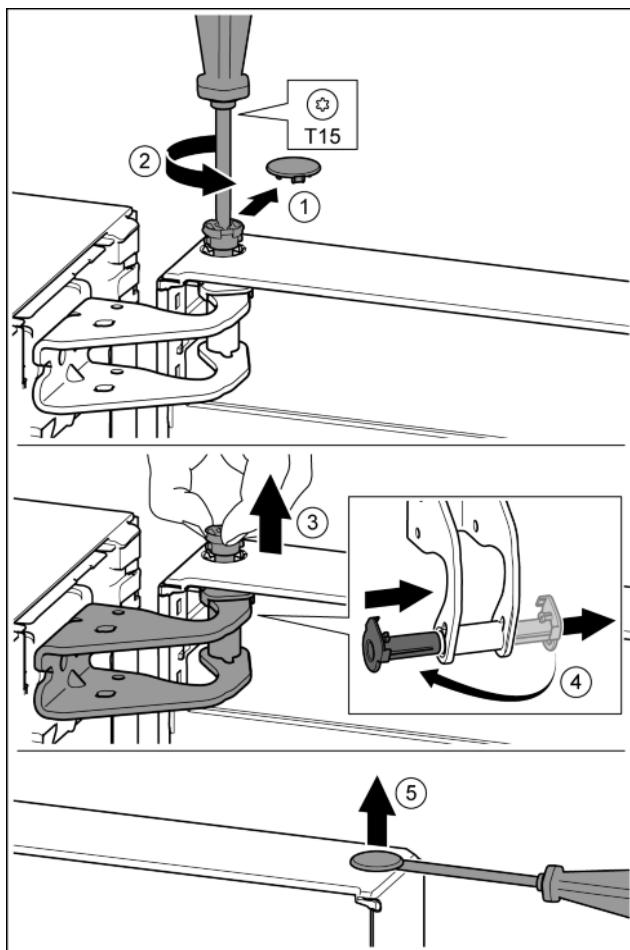

Fig. 11
- Осторожно снять предохранительную крышку. Fig. 11 (1)
- Немного выкрутить палец отверткой T15. Fig. 11 (2)
- Удерживать дверь и вытянуть палец рукой. Fig. 11 (3)
- Опорную втулку вывести из направляющей. Установить и зафиксировать с другой стороны. Fig. 11 (4)